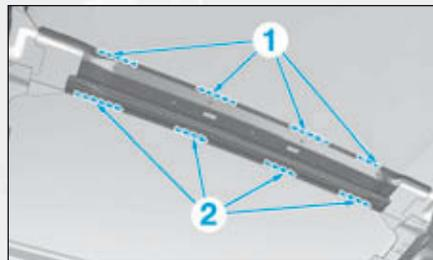

FIG. 132
- Découper les cordons de colle en (1) et (2) à l'aide d'un outil tranchant (Fig.132).